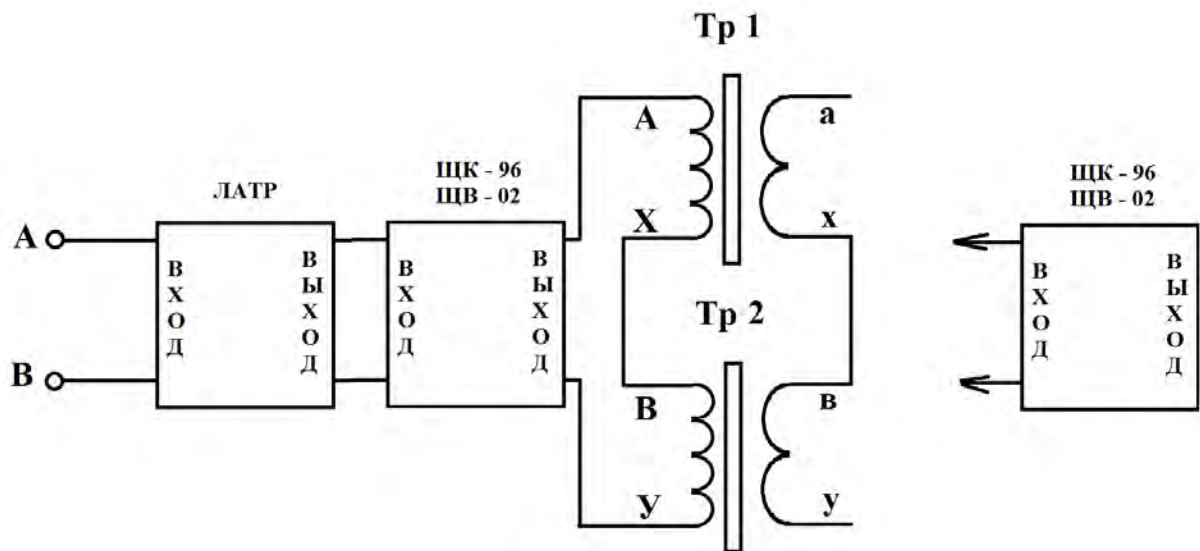

Рис. 1. Последовательное согласное включение трансформаторов
2. Собрать электрическую схему согласно рис. 1. и представить на проверку преподавателю.